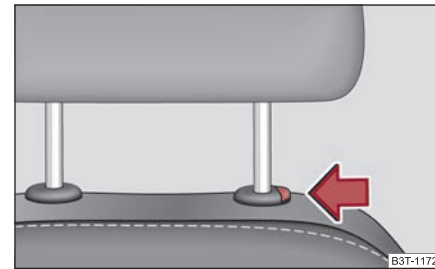

Fig. 82 Scoaterea tetierei
- Dacă doriți să împingeți tetiera în jos, trebuie să apăsați tasta de siguranță ⇒ fig. 82 și să o mențineți apăsată și cu cealaltă mână să apăsați tetiera în jos.
- Apăsați tasta de siguranță în sensul săgeții ⇒ pagina 81, fig. 82 și scoateți tetiera.